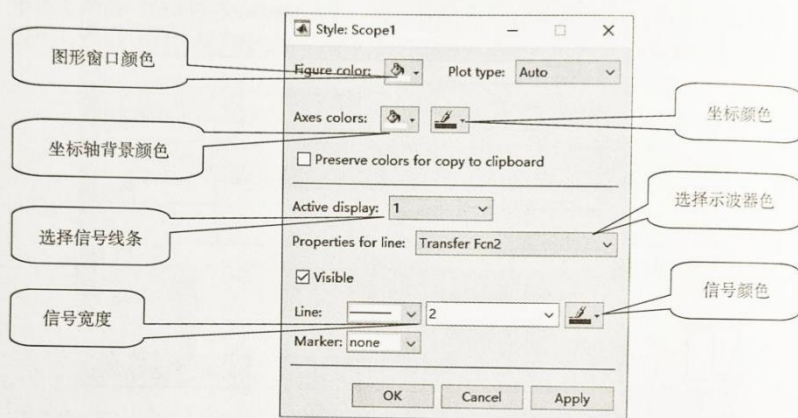

图 3.1.8 设置显示器
(5) 接收模块库 (Sinks) 中示波器 “Scope” 的设置。拖动接收模块库的示波器模块 (Scope)，双击该示波器，在显示窗口中选择 “View” 即可设置背景、前景坐标轴线颜色、线型，如图 3.1.8 所示。